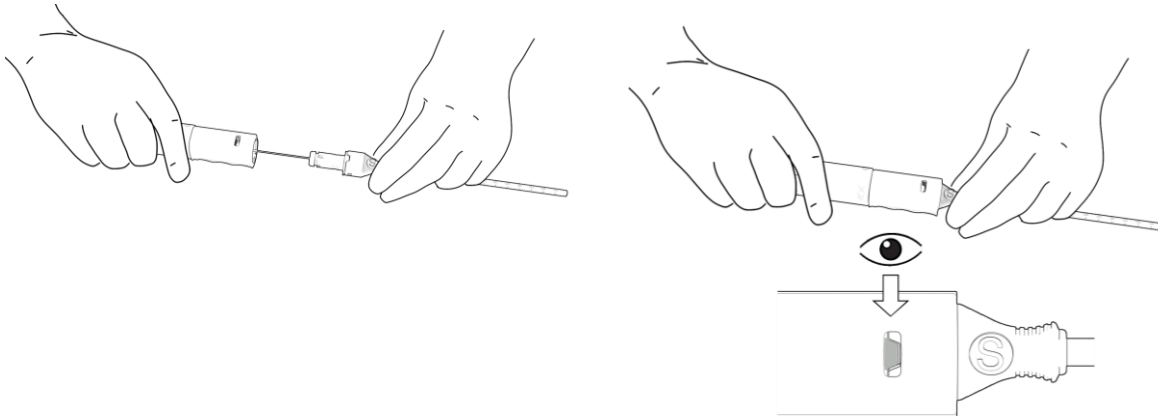

Figure 10. Insertion du dispositif de fermeture PerQseal® dans la gaine d'introduction
- c. Avec le raccord de la gaine d'introduction dans une main et le manche du dispositif dans l'autre, faire progresser soigneusement le manche du dispositif. S'assurer que les indicateurs de la gaine d'introduction et le manche sont alignés, et que l'ensemble canule de chargement/raccord de gaine se verrouille (clic) dans le manche du dispositif. Noter l'indicateur de couleur verte dans la fenêtre. Celle-ci confirme le bon verrouillage du manche du dispositif de fermeture PerQseal®. Figure 10.